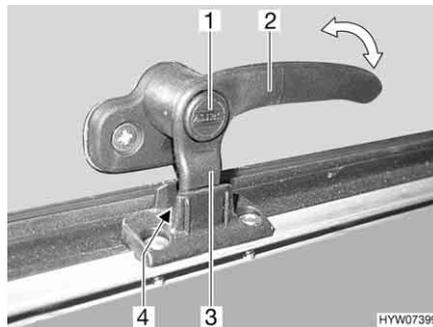
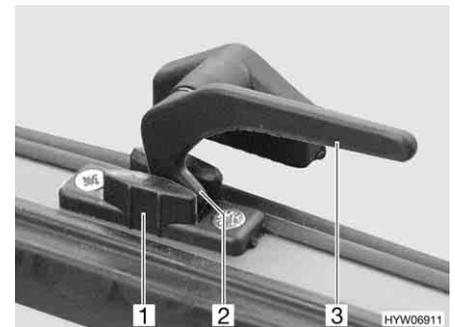

Fig. 100 Palanca de bloqueo con botón de seguridad en la posición de "ventilación continua"
Fig. 101 Palanca de bloqueo en la posición de "ventilación continua"
- En la posición "ventilación continua" (Fig. 100 y Fig. 101)
- Si existe, pulsar el botón de seguridad (Fig. 100,1) y mantenerlo pulsado.
- Girar todas las palanca de bloqueo (Fig. 100,2 ó Fig. 101,3) un cuarto de vuelta hacia el centro de la claraboya.
- Girar de nuevo hacia atrás las palancas de bloqueo. En esto, introducir el saliente de bloqueo (Fig. 100,3 ó Fig. 101,2) en el rebaje del bloqueo de la claraboya (Fig. 100,4 ó Fig. 101,1).